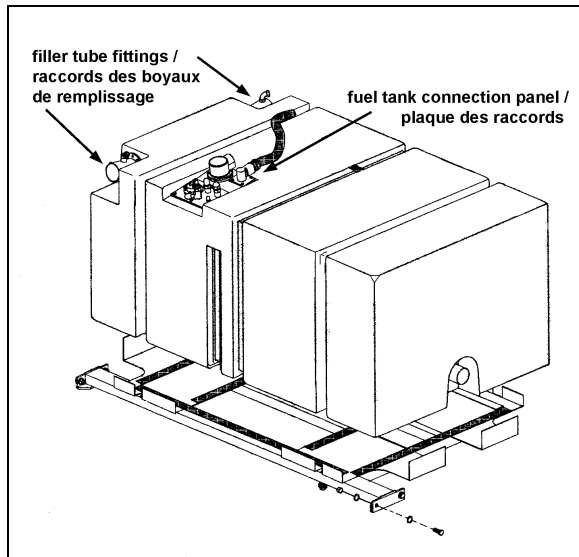

FIGURE 3 : DÉTAILS DU RÉSERVOIR
3. Desserrer les colliers de serrage des boyaux de remplissage gauche et droit et retirer les boyaux des raccords du réservoir (figure 3).
4. Dévisser les raccords et retirer les tubulures d'aspiration et de retour de carburant fixé à la plaque des raccords sur le réservoir (figure 3). Identifier les tubulures pour faciliter la réinstallation.